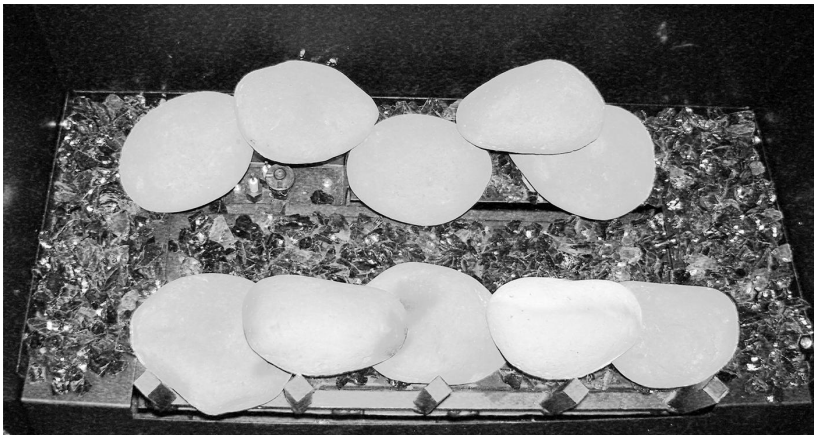

Figure 40 - Mise en place des pierres # 9 et # 10.
4. La place des pierres (#9 et #10) sur le dessus des pierres avant comme indiqué sur l'image ci-dessous Voir la figure 40.